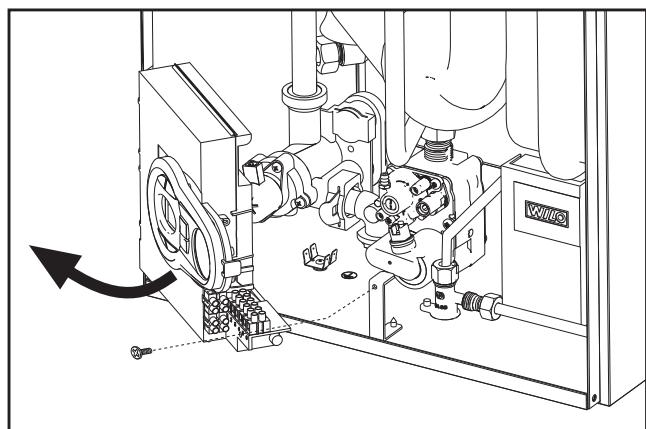

рис. 22
- Открутите винт и поверните панель управления (см. рис. 22).